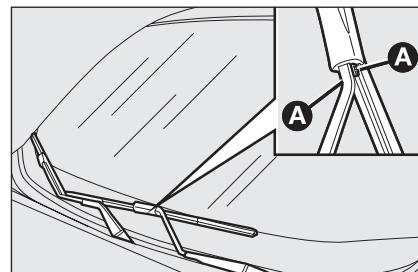

fig. 10
- ☐ presionar las lengüetas **A-fig. 10** y extraer la escobilla del brazo;